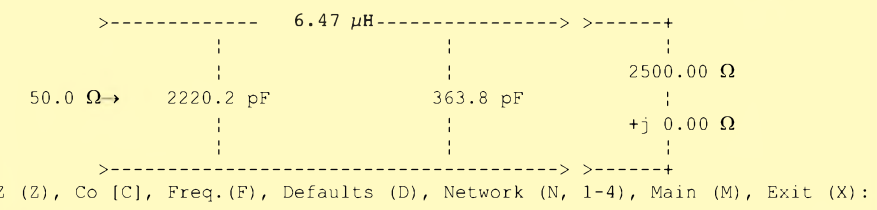

Bild 14: Anpassung am Filterausgang nach TLA [4]
1. Die TLA-/TLW-Software rechnet nicht auf maximale Leistungsübertragung, sondern auf Anpassung [7]. Die Anpassung kann für den Filtereingang (Bild 13) oder den Filterausgang (Bild 14) konfiguriert werden: Das mit *load* abgeschlossene Filter ergibt dabei den gewünschten Eingangswiderstand (*desired resistance at input line*). Die ausgegebenen Bauelemente L und $C2$ unterscheiden sich jeweils und weichen auch von denen aus der η_{\max} -Berechnung ab.